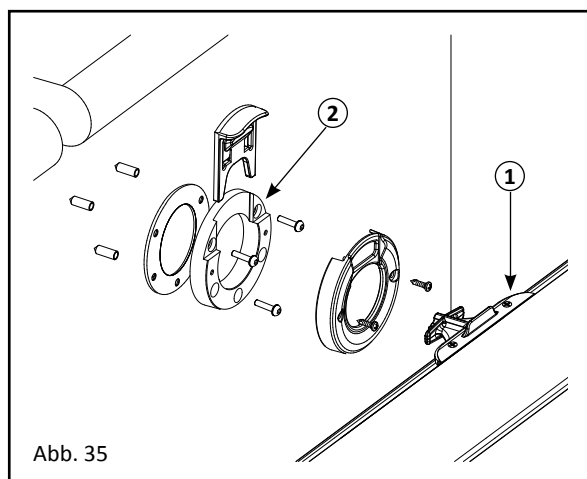

Abb. 35
6.7.2 Abb. 35: Befestigung der Spanner an der Beckenwand: